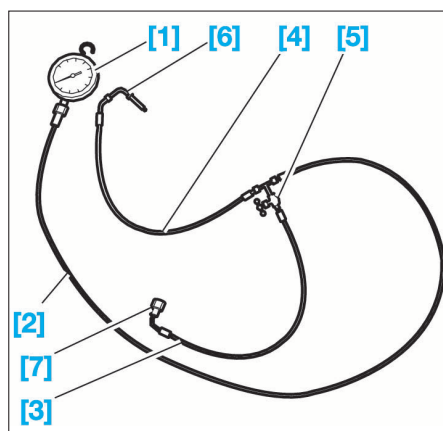

FIG. 20
- Préparer l'ensemble de contrôle [1 - 2 - 3 - 4 - 5 - 6 - 7] (Fig.20).